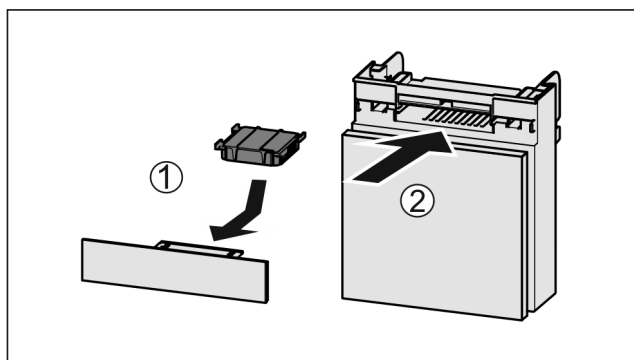

Fig. 142
- Insérer le filtre à charbon actif d'après le schéma Fig. 142 (1).
- Insérer le compartiment Fig. 142 (2).